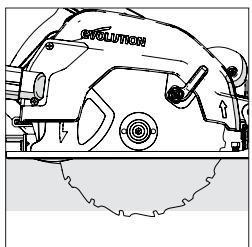

Fig. 12
- Dans la plupart des cas, la profondeur de coupe doit être réglée sur la valeur correspondant à l'épaisseur du matériau à découper, plus l'épaisseur de la moitié d'une dent de scie (du bout de la dent jusqu'à sa racine). (Fig.12)